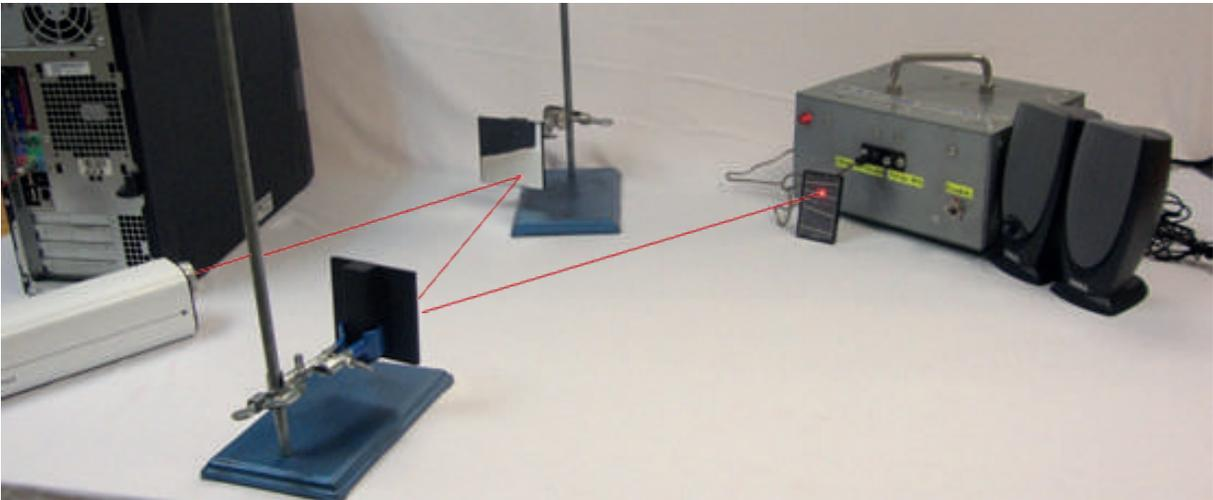

Figura 8.8. Transmisión de sonido por medio del láser
h) En la figura 8.8, se muestra como queda el equipo armado, por cuestiones de espacio está junto pero, la computadora puede estar en un laboratorio y los espejos, el demodulador, la fotocelda y las bocinas en otro laboratorio.